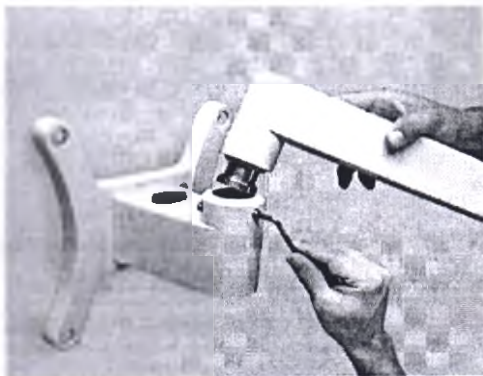

Рисунок 31
3. Поместите предплечье микроскопа, как показано на рисунке 31. Идеальная совместимость должна быть достигнута при поддержке. Затяните 3 винта приемника штатива настенного с помощью шестигранного ключа (Рисунок 31)